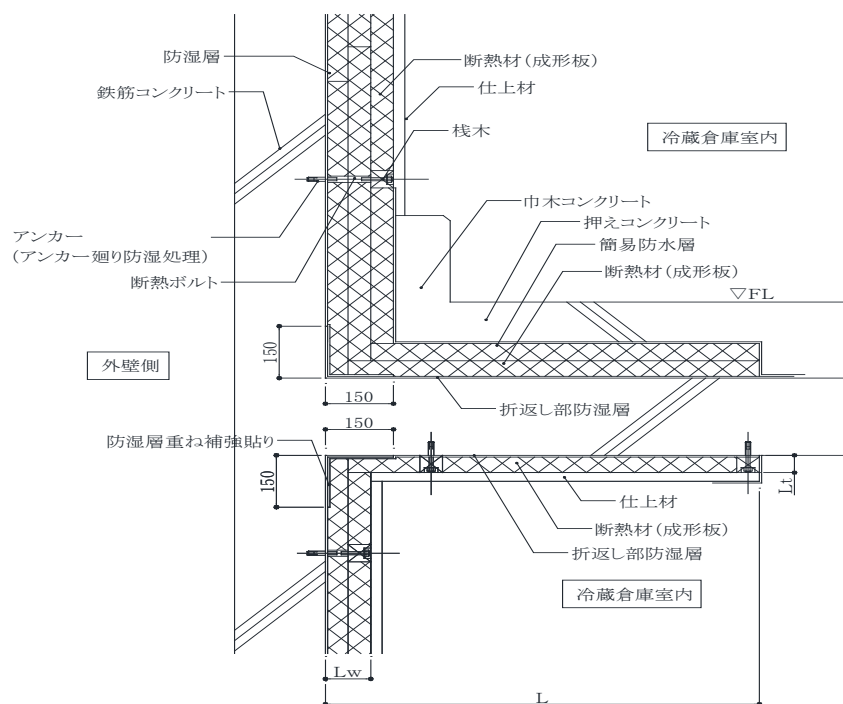

図 A-20 成形板の断熱材を使用した場合の施工例
5) 床折り返し断熱の取り合いは、次の方法による。(図 A-20、21)